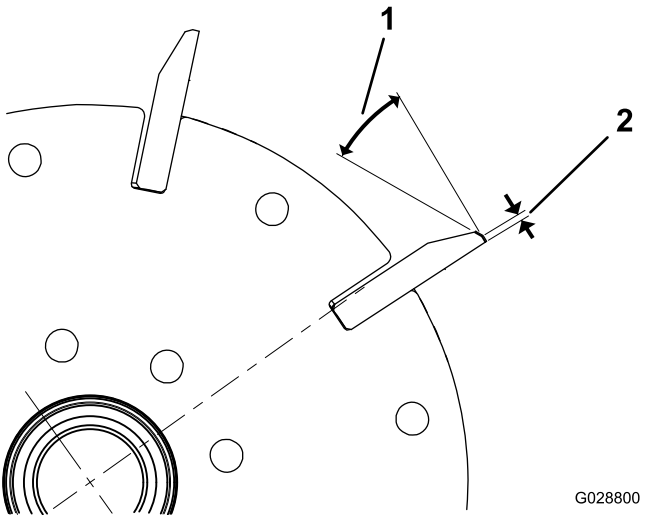

图25
1. 对所有滚刀棱面进行 30° 铲磨，直至棱面宽度达到 1.3mm (图25)。